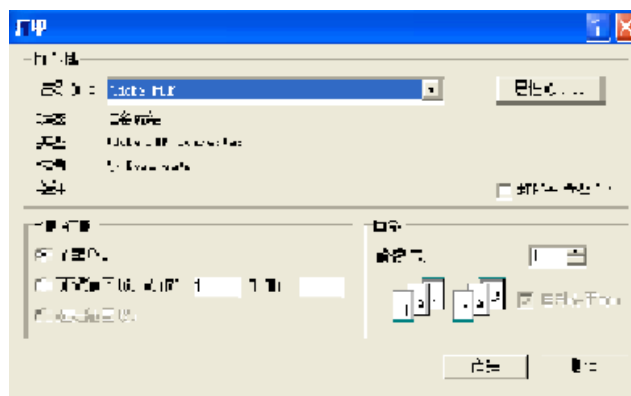

Рис. 7.10.9 Печать файла
2. Появится диалоговое окно, отображенное на Рис. 7.10.9, в котором можно настроить свои требования к выполнению операции печати.